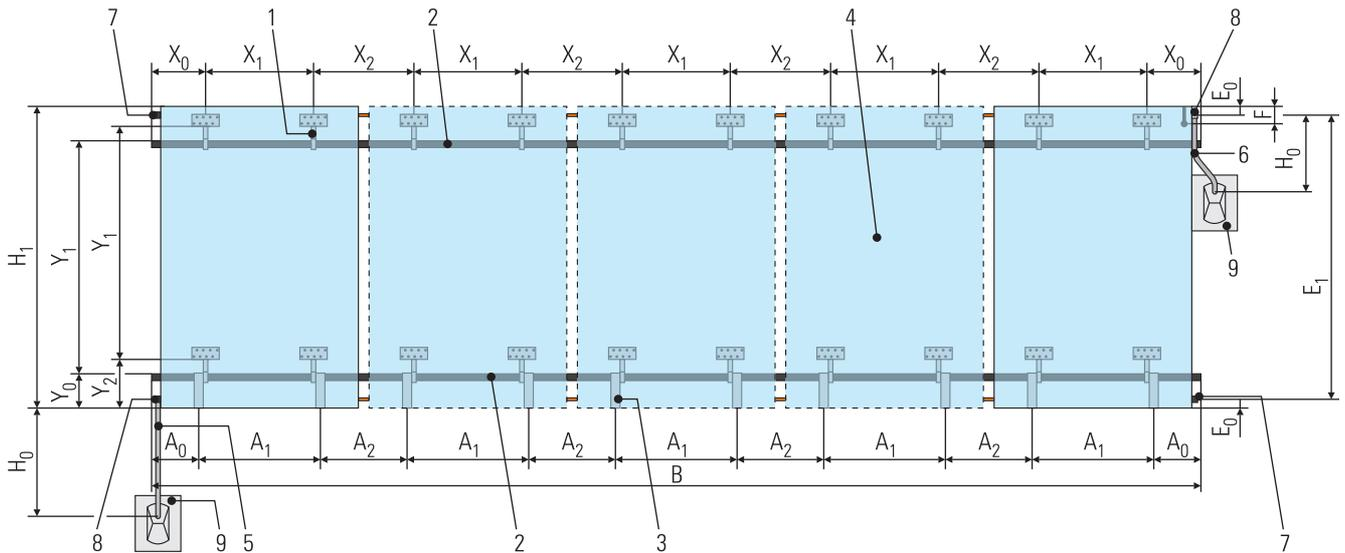
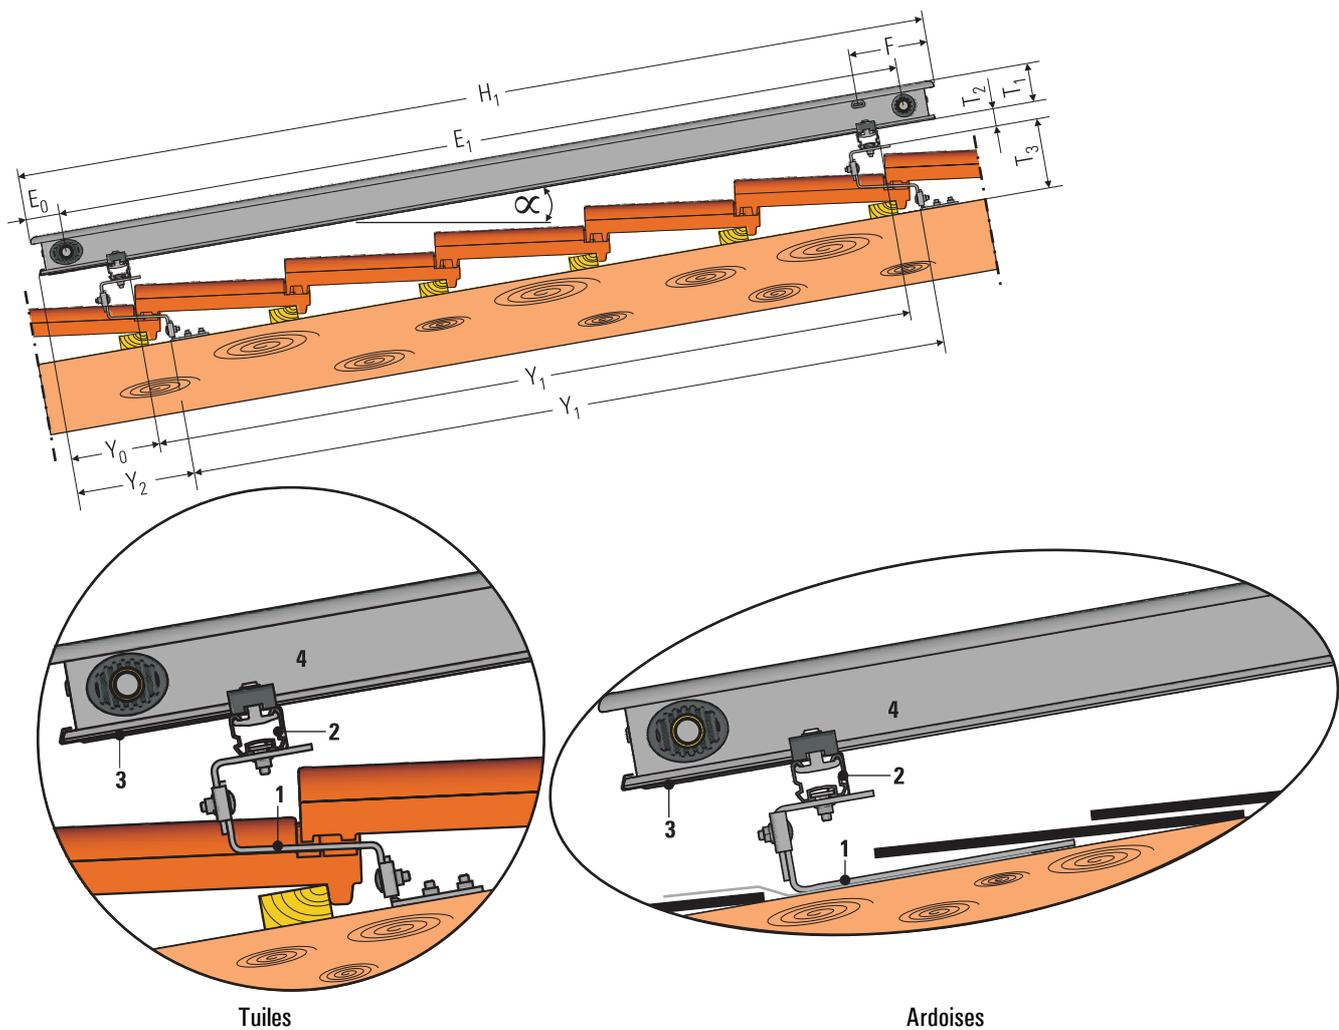

Figure 3-5 Dimensions principales d'un groupe de capteurs solaires Solaris pour montage sur toiture (exemple du capteur solaire V26P)
Figure 3-6 Vue latérale d'un capteur solaire Solaris monté sur toiture
Les dimensions principales du groupe de capteurs Solaris (selon Figure 3-5 et Figure 3-6) sont résumées dans le Tab. 3-2.
- Confectionnez la tôle de couverture conformément à Figure 3-6 (prévoir un dimensionnement suffisant).